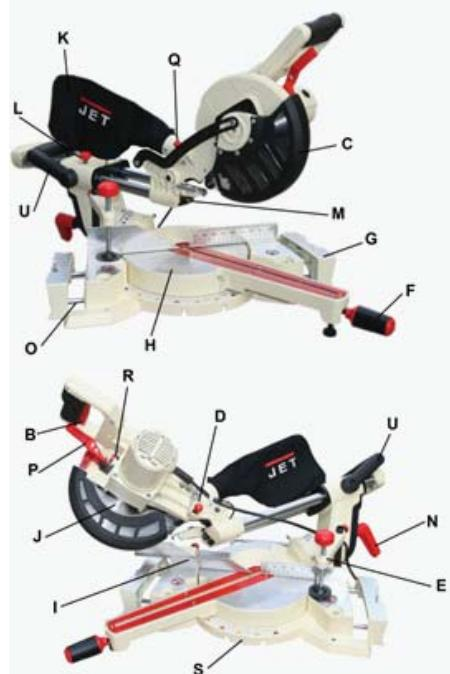

Рис. 1
- Мешок (K, Рис. 1) предназначен для сбора пыли. Мешок можно присоединить на штуцер в задней части станка.
- Пила поставляется с зафиксированной пильной частью. Чтобы разблокировать, вытяните фиксатор (D, Рис. 1), при этом нажав на саму пильную часть.
- Передвиньте фиксатор (Р, Рис. 1) в сторону и при помощи ручки медленно и плавно нажмите на пильную часть вниз.
- Ослабьте фиксатор перемещения каретки (L, Рис. 1).
- Используйте прижим заготовки (Е, рис.1)